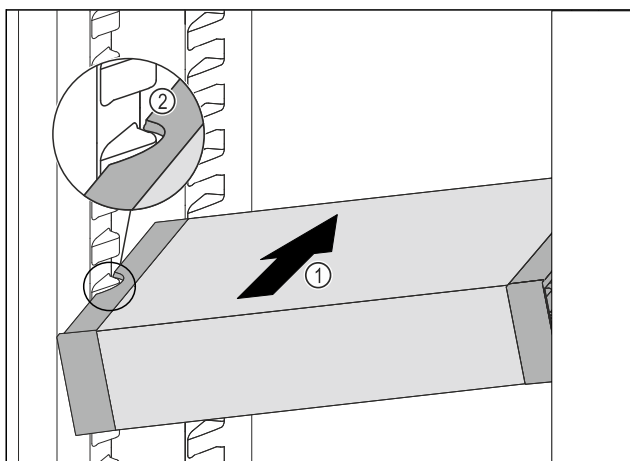

Fig. 169
- Zasuňte VarioSafe do chladničky pod úhlem tak Fig. 169 (1), aby vybrání na bocích Fig. 169 (2) VarioSafe byla na úrovni žebrování na nádoby v chladniče.